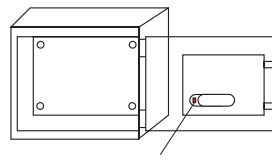

Abb. 3 / fig. 3
- Deje abierta la puerta de la caja fuerte y pulse el botón de reinicio C (véase la fig. 3) situado en el interior del compartimento de las pilas. En cuanto se enciendan los LED amarillos y suenen los pitidos, podrá introducir el código deseado.
- Deje la puerta de la caja fuerte abierta y pulse el botón “0” dos veces y el botón de reinicio C una vez (véase la Fig. 3, dentro del compartimento de las pilas). En cuanto se enciendan los LED amarillos y suenen los pitidos, podrá introducir el código deseado. . Introduzca el código maestro deseado (3 - 8 dígitos) y confirme el código con el botón \* o #.
- Pozostaw drzwi sejfu otwarte i naciśnij przycisk resetowania C (patrz rys. 3) wewnątrz komory baterii. Gdy tylko zaświecą się żółte diody LED i rozlegnie się sygnał dźwiękowy, można wprowadzić żądany kod.
- Pozostaw drzwi sejfu otwarte i naciśnij przycisk "0" dwa razy i przycisk resetowania C jeden raz (patrz rys. 3, wewnątrz komory baterii). Gdy tylko zaświecą się żółte diody LED i rozlegnie się sygnał dźwiękowy, można wprowadzić żądany kod.
- Laat de kluisdeur open en druk op de resetknop C (zie Fig. 3) in het batterijvak. Zodra de gele LED's oplichten en de pieptonen klinken, kan de gewenste code worden ingevoerd.
- Laat de kluisdeur open en druk tweemaal op de "0"-knop en eenmaal op de resetknop C (zie Fig. 3, binnenin het batterijvak). Zodra de gele LED's oplichten en de pieptonen klinken, kan de gewenste code worden ingevoerd.